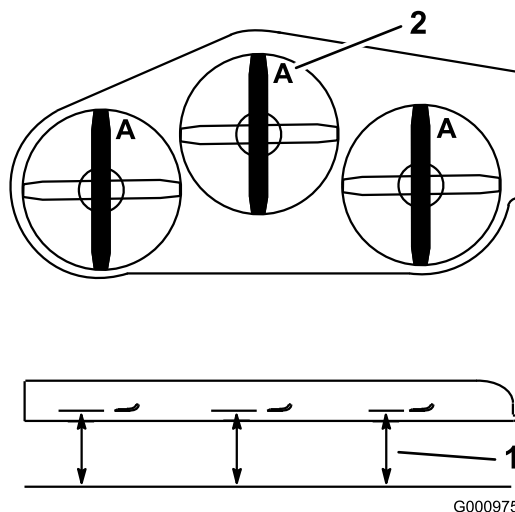

Figura 73
2. Măsurai de la o suprafață uniformă la marginea de tăiere, poziția **A** a lamelor (Figura 73).